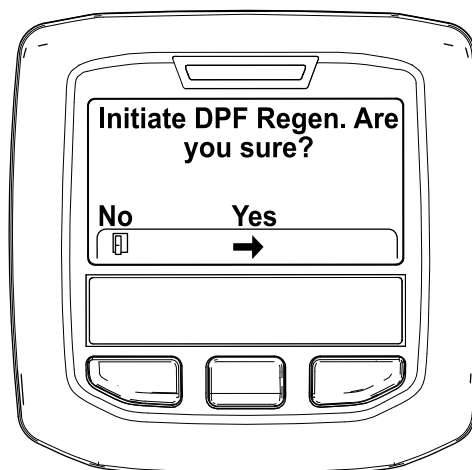

Bild 39
4. Wenn die Meldung „Initiate DPF Regen. Are you sure?“ angezeigt wird, drücken Sie die mittlere Taste (Bild 39).